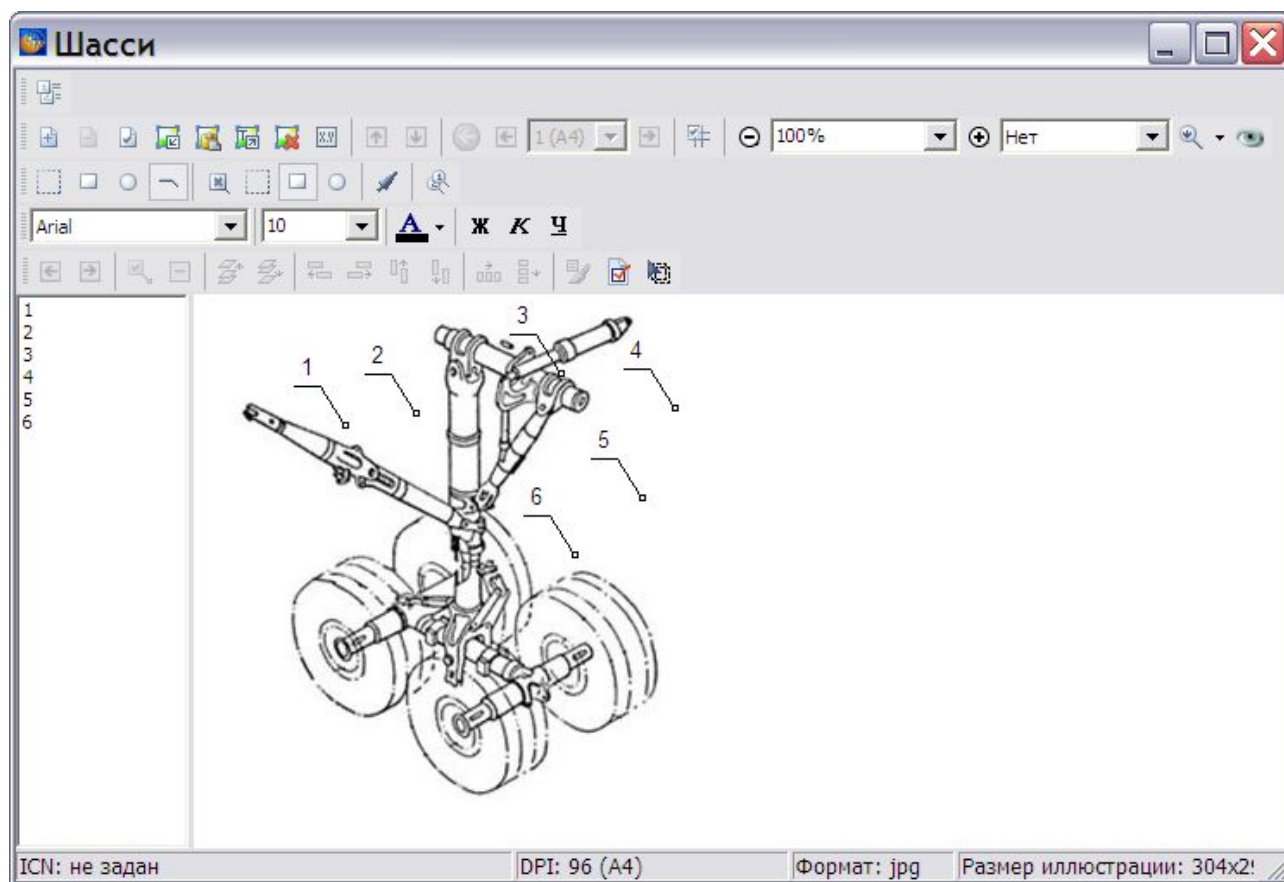

Рис. 3.127
2. Проставьте выноски, как показано на Рис. 3.127. По умолчанию надписи в выносках начинаются с 1 и увеличиваются на 1 каждый раз. При остановке процесса и его возобновлении нумерация выносок начинается с номера, следующего за наибольшим существующим.